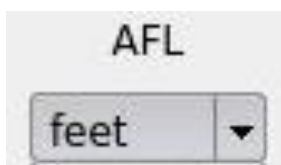

Рисунок 5.4 – Пример раскрывающегося **списка**
5.2.3. **Список** функционально является набором кнопок и чекбоксов. При управлении программой используются раскрывающиеся списки (рисунок 5.4).